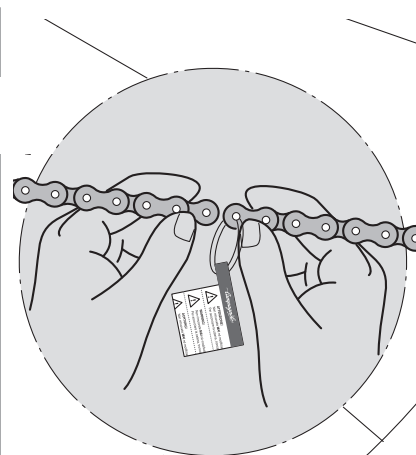

Fig.4.1
• Eseguite tutte le seguenti operazioni e troncate le maglie in eccesso dal lato della catena opposto a quella esterna riportante la fascetta in plastica e l'etichetta adesiva "Warning!" (Fig. 4.1).